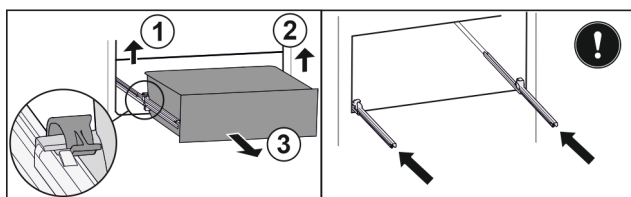

Fig. 214
- ▶ Приподнимите левый зажим и одновременно вытяните движением вперед выдвижной ящик слева. Fig. 214 (1)
- ▶ Приподнимите правый зажим и одновременно вытяните движением вперед выдвижной ящик справа. Fig. 214 (2)
- ▶ Извлеките выдвижной ящик движением вперед. Fig. 214 (3)